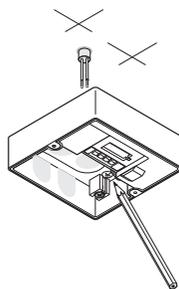

Рисунок 4.3 - Разметка отверстий для крепления на поверхность
- 3) разметить отверстия (рис. 4.3);